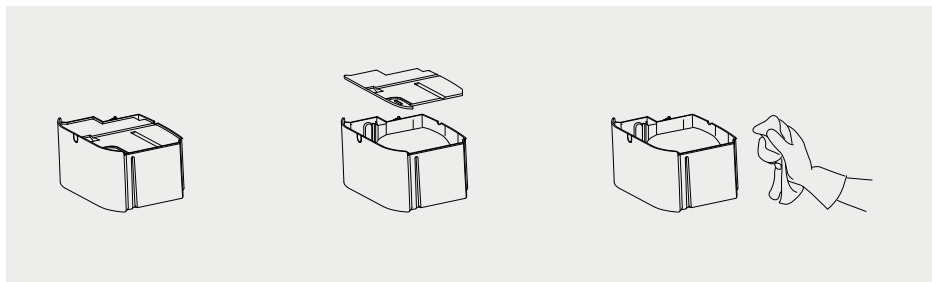

Рис. 8
4. Очищайте резервуар для воды каждые несколько недель. Извлеките резервуар из прибора и удалите верхнюю крышку (8) (рис. 8). Наполните резервуар водой с моющим средством и промойте. После мытья ополосните и высушите. Крышку (8) также мойте в воде с моющим средством.